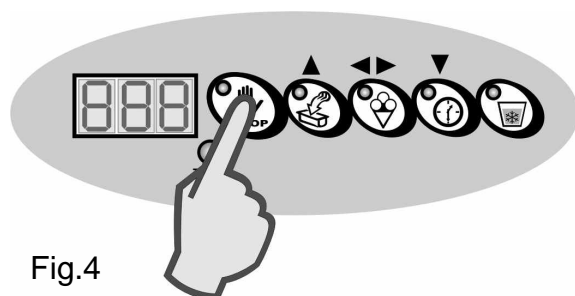

Fig.4
8. Pour quitter la programmation et sauvegarder les modifications, appuyer sur la touche "STOP". (fig. 4)